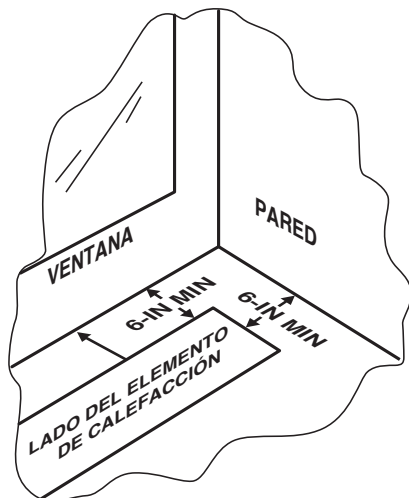

Figura 9: Lugar de instalación
2. Todos los lados del calefactor deben estar separados de la pared 6" como mínimo. Nota: el lado del elemento calefactor debe estar más cerca de la ventana. Ver la figura 9.
- Todos los lados del calefactor deben estar separados de la pared 6" como mínimo. **Nota:** el lado del elemento calefactor debe estar más cerca de la ventana. Ver la figura 9.
2. Todos los lados del calefactor deben estar separados de la pared 6" como mínimo. **Nota:** el lado del elemento calefactor debe estar más cerca de la ventana. Ver la figura 9.